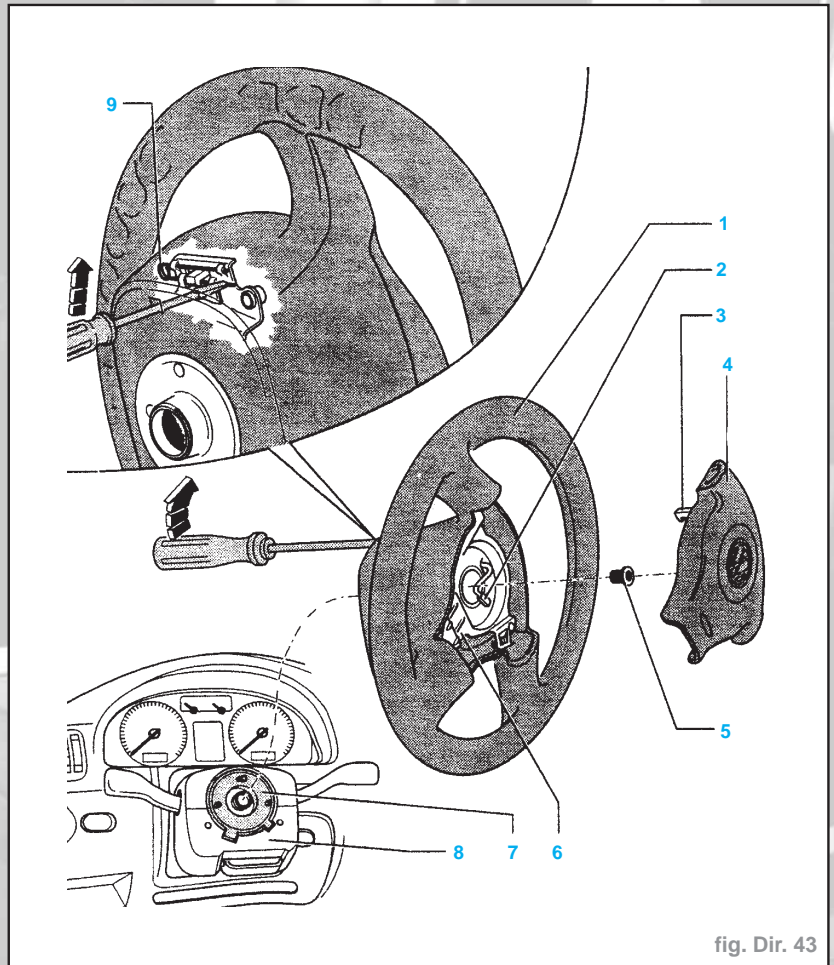

fig. Dir. 43
- Tourner le volant de direction (1) jusqu'à ce que la branche soit verticale. Tirer complètement sur la colonne de direction et la pousser dans la position inférieure (fig. Dir. 43).